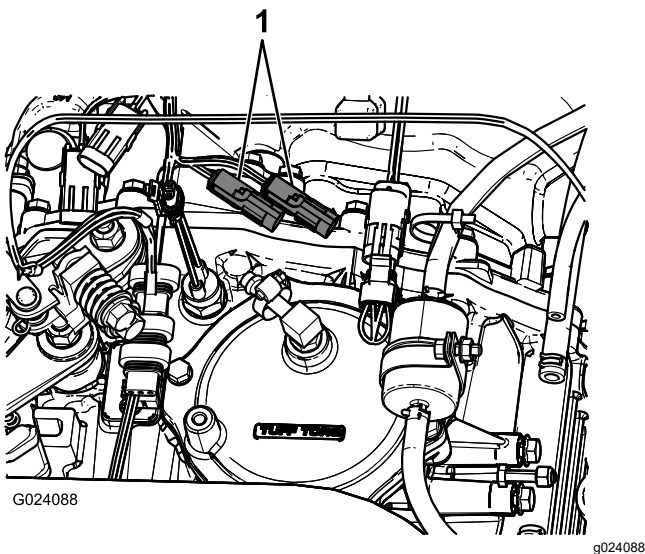

図 16
2. 車両のトランスアクスルで、車両側の速度センサー用ワイヤハーネスの3ピンコネクタを、スプレーヤのハーネスの3ソケットコネクタに接続する 図 16。